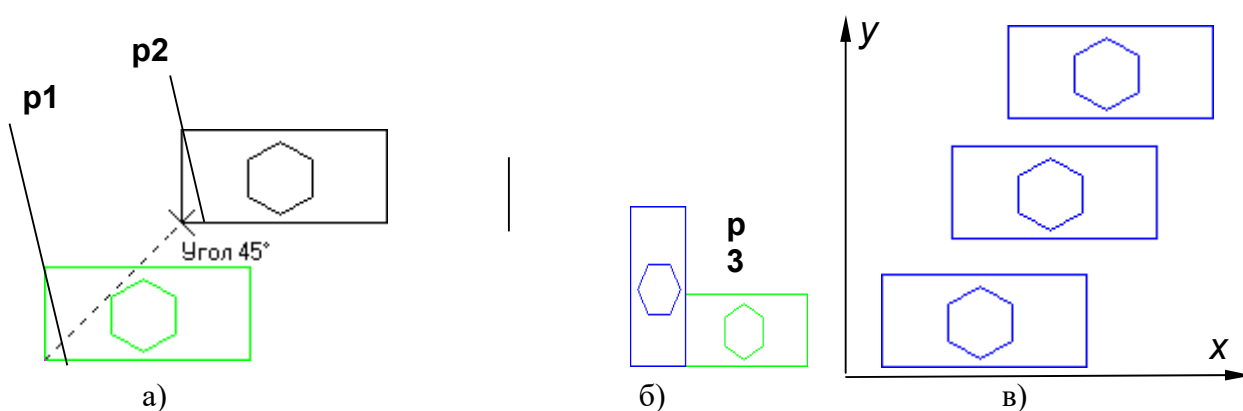

Рис. 4.3. Примеры использования команд сдвига и копирования объектов
- 3) указать положение базовой точки **p1** (рис. 4.3а);
- 4) указать новое положение базовой точки **p2** (рис. 4.3а);
- 3) указать положение базовой точки **p3**, относительно которой осуществляется поворот фрагмента (рис. 4.3б);
**Копирование.** Копирование осуществляется смещением копии по осям X и Y (рис. 4.3в).